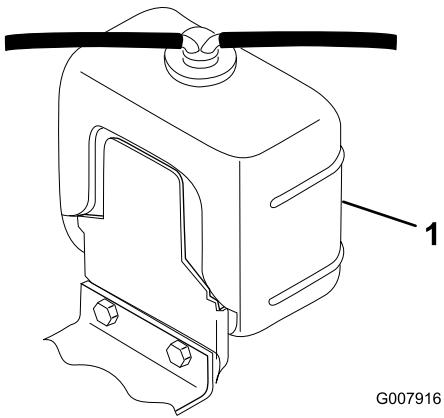

図31
1. ラジエターと補助タンクのふた図31を注意深く開ける。
2. ラジエターと補助タンク 図31 の液量を点検する